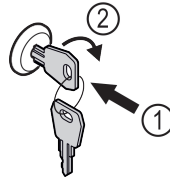

Fig. 164
- ▶ Вдавити ключ. Fig. 164 (1)
- ▶ Повернути ключ на 90° за годинниковою стрілкою. Fig. 164 (2)